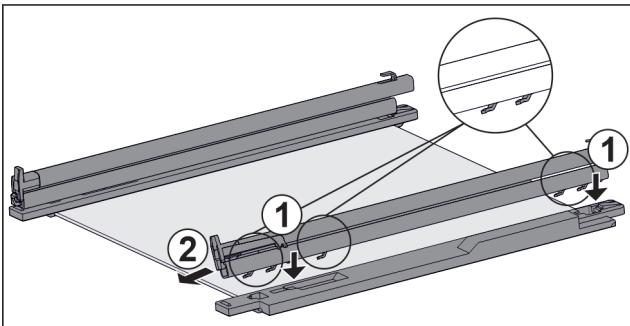

Fig. 125 Скляна пластина з рейками та деталями для підтримки
- Одягти гаки рейки на отвори **лівої** деталі для підтримки. Fig. 125 (1)
- Потягніть рейку вперед. Fig. 125 (2)
- Одягти гаки рейки на отвори **правої** деталі для підтримки. Fig. 125 (1)